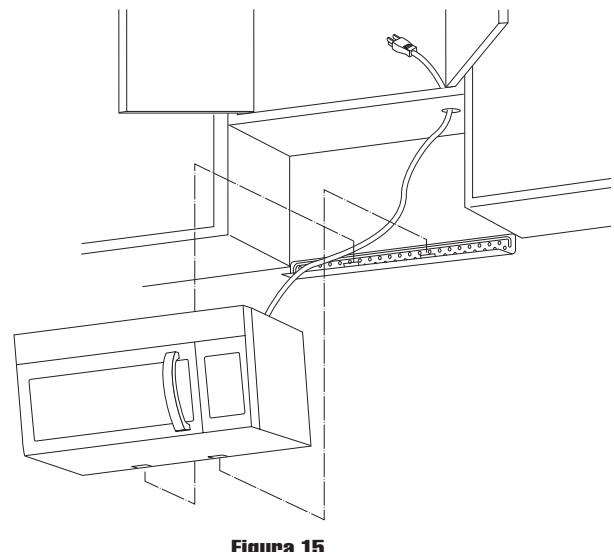

Figura 15
- Coloque la Placa de Montaje con los Pernos de Anclaje sujetados, en el sitio de pared e inserte los Pernos y Tuercas de Anclaje a través de los orificios en la pared con las Tuercas de Anclaje cerradas. Figura 15. Utilice Tornillos para Madera.
2. Instale el horno inclinándolo adelante y resbalándolo sobre las lengüetas de la Placa de Montaje. Gire el horno arriba tan descansa contra la pared. Véase la Figura 15.